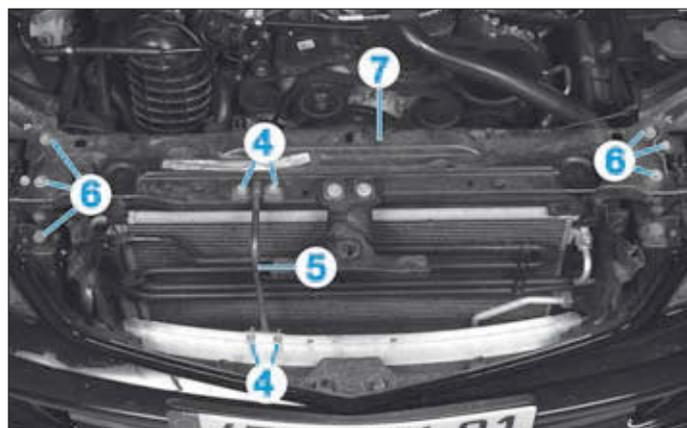

FIG. 8
- Déposer (Fig.8) :
- les vis (4),
- le tirant (5),
- les vis (6),
- le renfort central (7).